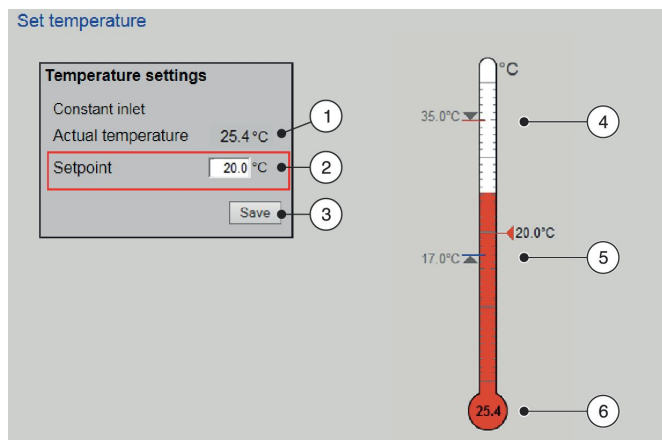

Рис. 33: Установка температуры
2. ▶ Введите уставку температуры (Рис. 33/2).
3. ▶ Нажмите на «Сохранить» (Рис. 33/3).